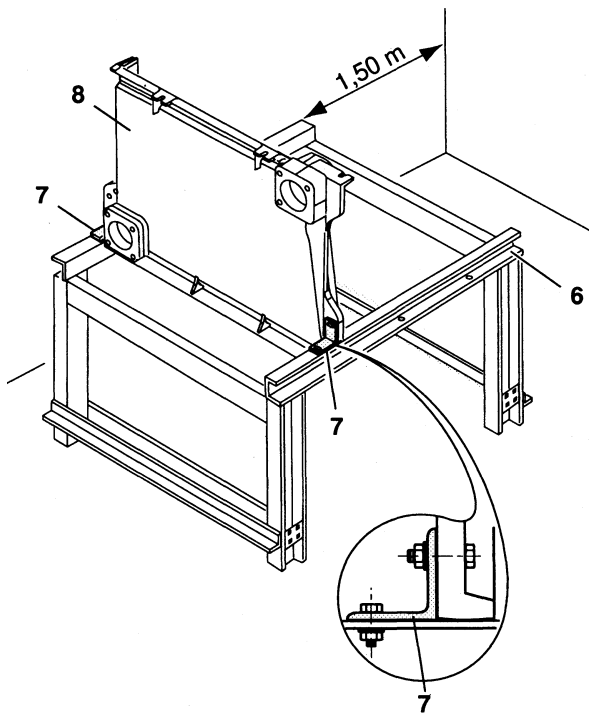

Рис. 9
**\* Внимание:** Если сборка секционного блока котла производится на месте, необходимо, чтобы расстояние затягивающих рычагов инструмента для опрессовки, в соответствии с рис. 9, составляло не менее 1,50 м.